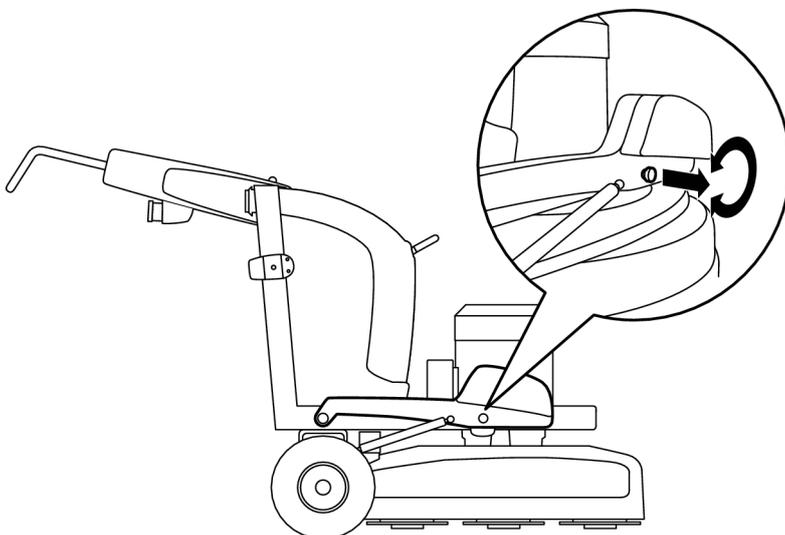

Abbildung 4-6. Nach vorne geklappte Gewichte
- Ziehen Sie alle Bolzen nach außen und verriegeln Sie diese in herausgezogener Position, indem Sie sie in Pfeilrichtung drehen, siehe Abbildung 4-6, Seite 22.
Um einen höheren Schleifdruck und damit eine höhere Schleifleistung zu erzielen, sind die Gewichte nach vorne zu klappen, siehe Abbildung 4-6, Seite 22.